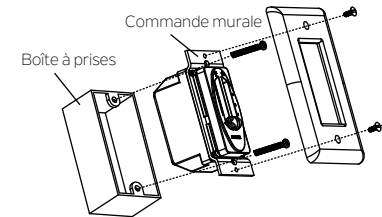

Fig. 23
Étape 2. Serrez les vis fournies pour fixer la commande murale à la boîte à prises (Fig. 23).